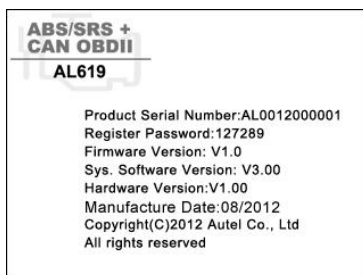

Figura 3.7
- 2) Ver la información del escáner en la pantalla.(Figura 3.7) Oprimir el botón **ESC** para salir.